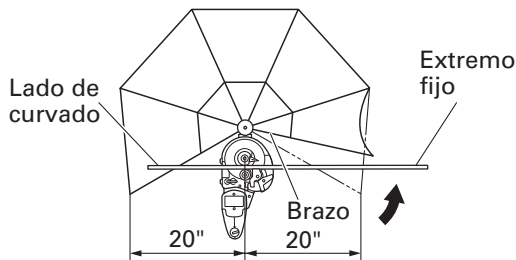

Fig. 20
- Instale el protector de desviación para operar con una longitud de curvado de varilla de 20" (diámetro interior del protector de desviación) o menos, con el fin de proteger a las personas que se encuentran cerca de la cortadora/curvadora contra los fragmentos que podrían salir despedidos durante el curvado. (Fig.20)
- (2) Asegúrese de instalar el protector de desviación cuando curve una varilla con una longitud de curvado de 20" (diámetro interior del protector de desviación) o menos, y una longitud de fijación de más de 20". En este caso, mueva el brazo en el lado de fijación, tal como se muestra abajo. (Fig.20).
- (3) Retire el protector de desviación cuando curve una varilla con una longitud de curvado y una longitud de fijación de más de 20" (diámetro interior del protector de desviación).